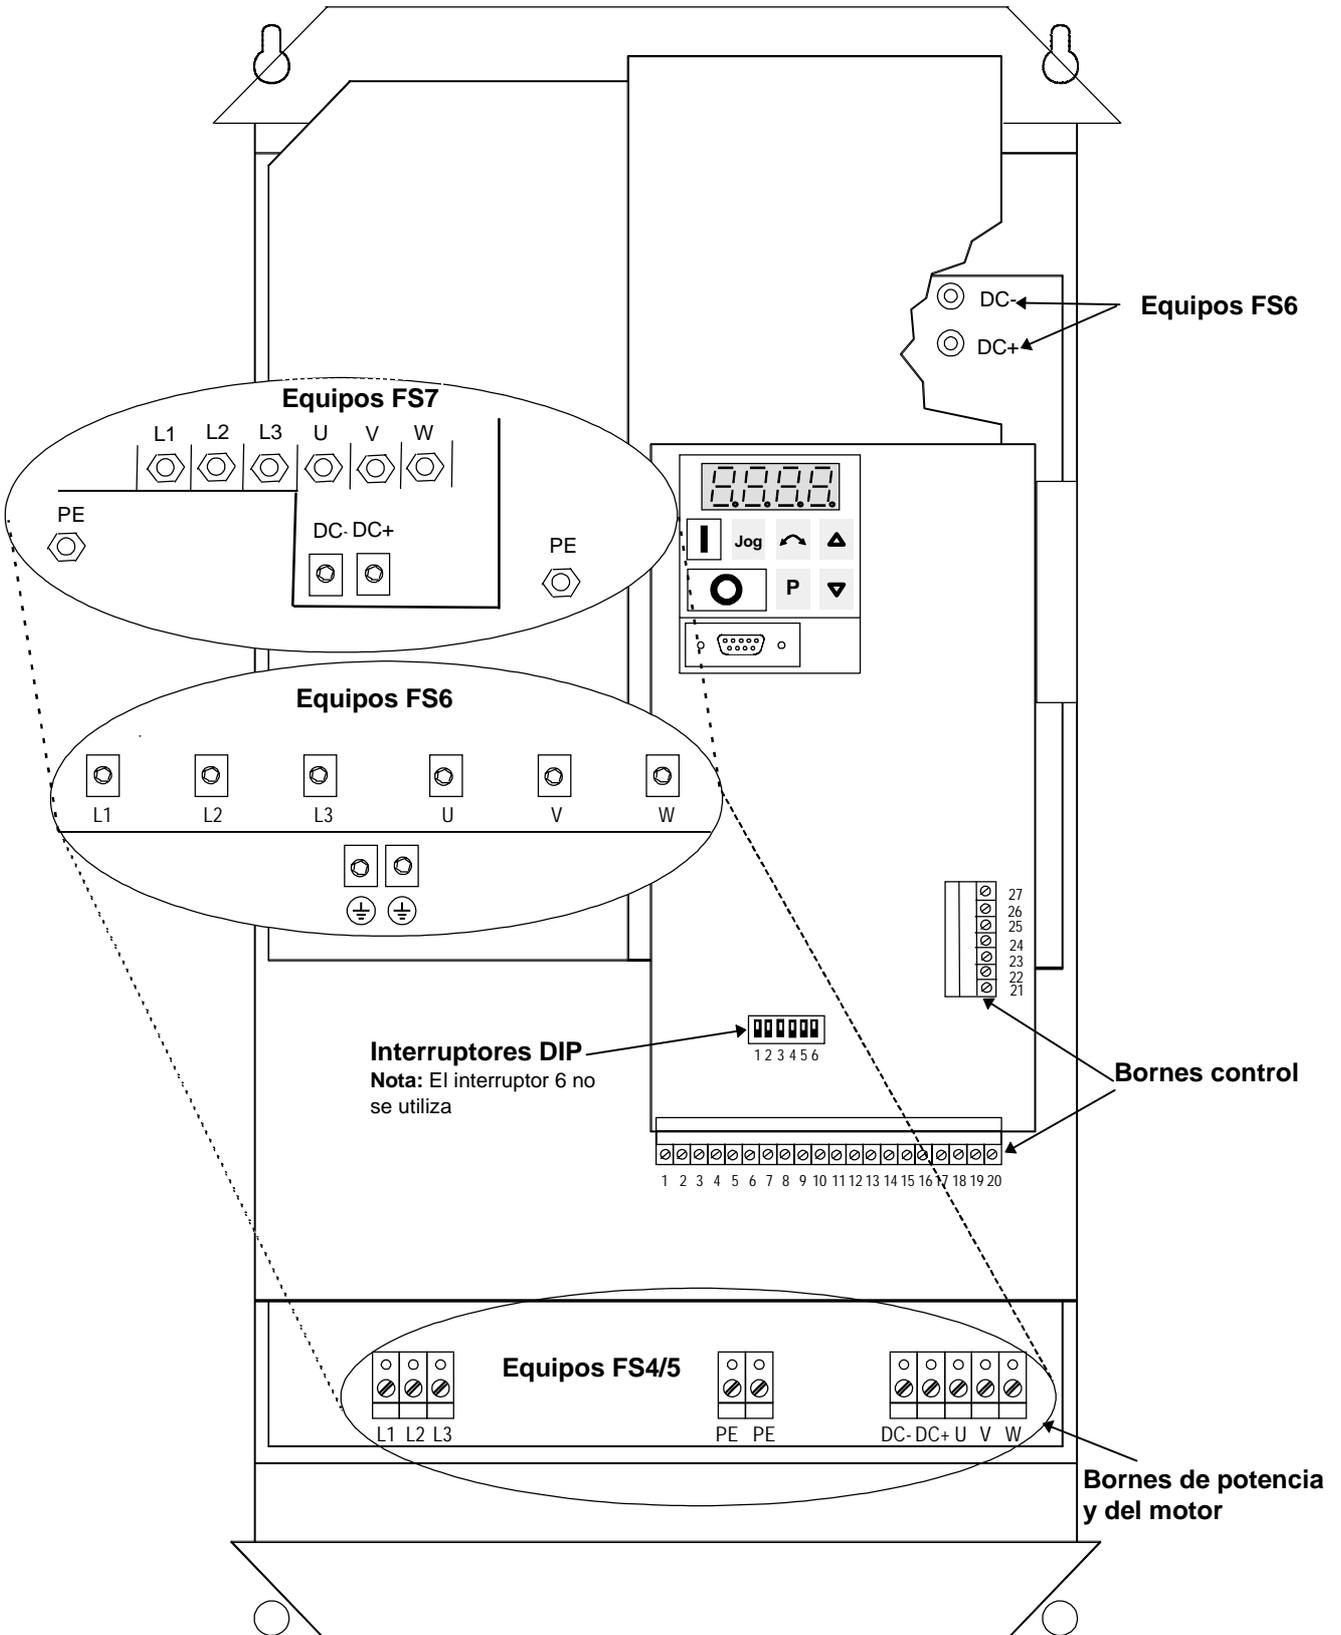

Figura 3.2.1.: Conexiones MIDIMASTER VECTOR
Lea las directrices sobre cableado que se proporcionan en la sección 1.2 antes de comenzar la instalación. La figura 3.2.1 muestra las conexiones eléctricas en el MIDIMASTER Vector
2. Conecte la entrada de alimentación a los bornes de potencia L1, L2, L3 (sistema trifásico) y tierra (PE) (véase la figura 3.2.1) utilizando un cable de cuatro conductores y arandelas que se ajusten a la sección del cable. Los datos correspondientes a la sección de los conductores figuran en la sección 8.
3. Utilice un cable de cuatro conductores y las arandelas apropiadas para conectar los conductores del motor a los terminales U, V, W del motor y tierra (PE) (véase la figura 3.2.1).
Las conexiones de control al MIDIMASTER Vector se realizan por medio de dos bloques de bornes situados del modo que se muestra en la figura 3.2.1.. Los bloques de bornes tienen un diseño de dos piezas. La pieza que contiene los bornes de tornillo puede retirarse de su alojamiento antes de que se conecten los cables. Una vez realizadas todas las conexiones a los bornes (véanse las figuras 3.2.1 y 3.2.4) y aseguradas, hay que volver a fijar firmemente el bloque de bornes en su alojamiento.
- en el marco de tamaño 4, 5 y 6: la tapa frontal está retirada (consulte la figura 3.2.1).
- en el marco de tamaño 7: la tapa frontal inferior está retirada (consulte la figura 3.2.1).